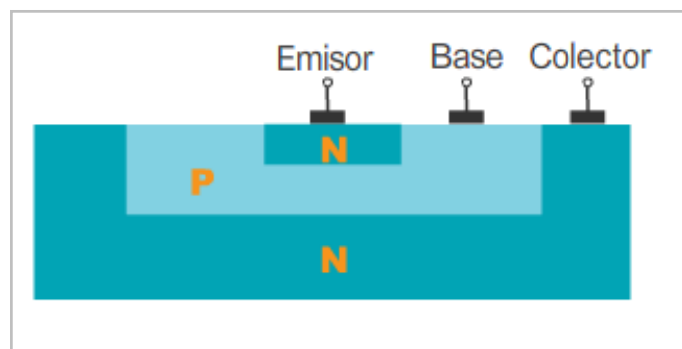

Figura 2. Corte transversal del TB
**Colector:** Es la región de mayor extensión, rodea la región del emisor, haciendo casi imposible para los electrones inyectados en la región de la base escapar de ser colectados. Ver Figura 2.